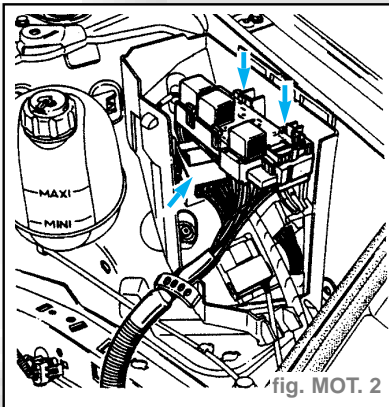

fig. MOT. 2
- Déposer la platine relais et le connecteur du boîtier interconnexion moteur (fig. MOT. 2).